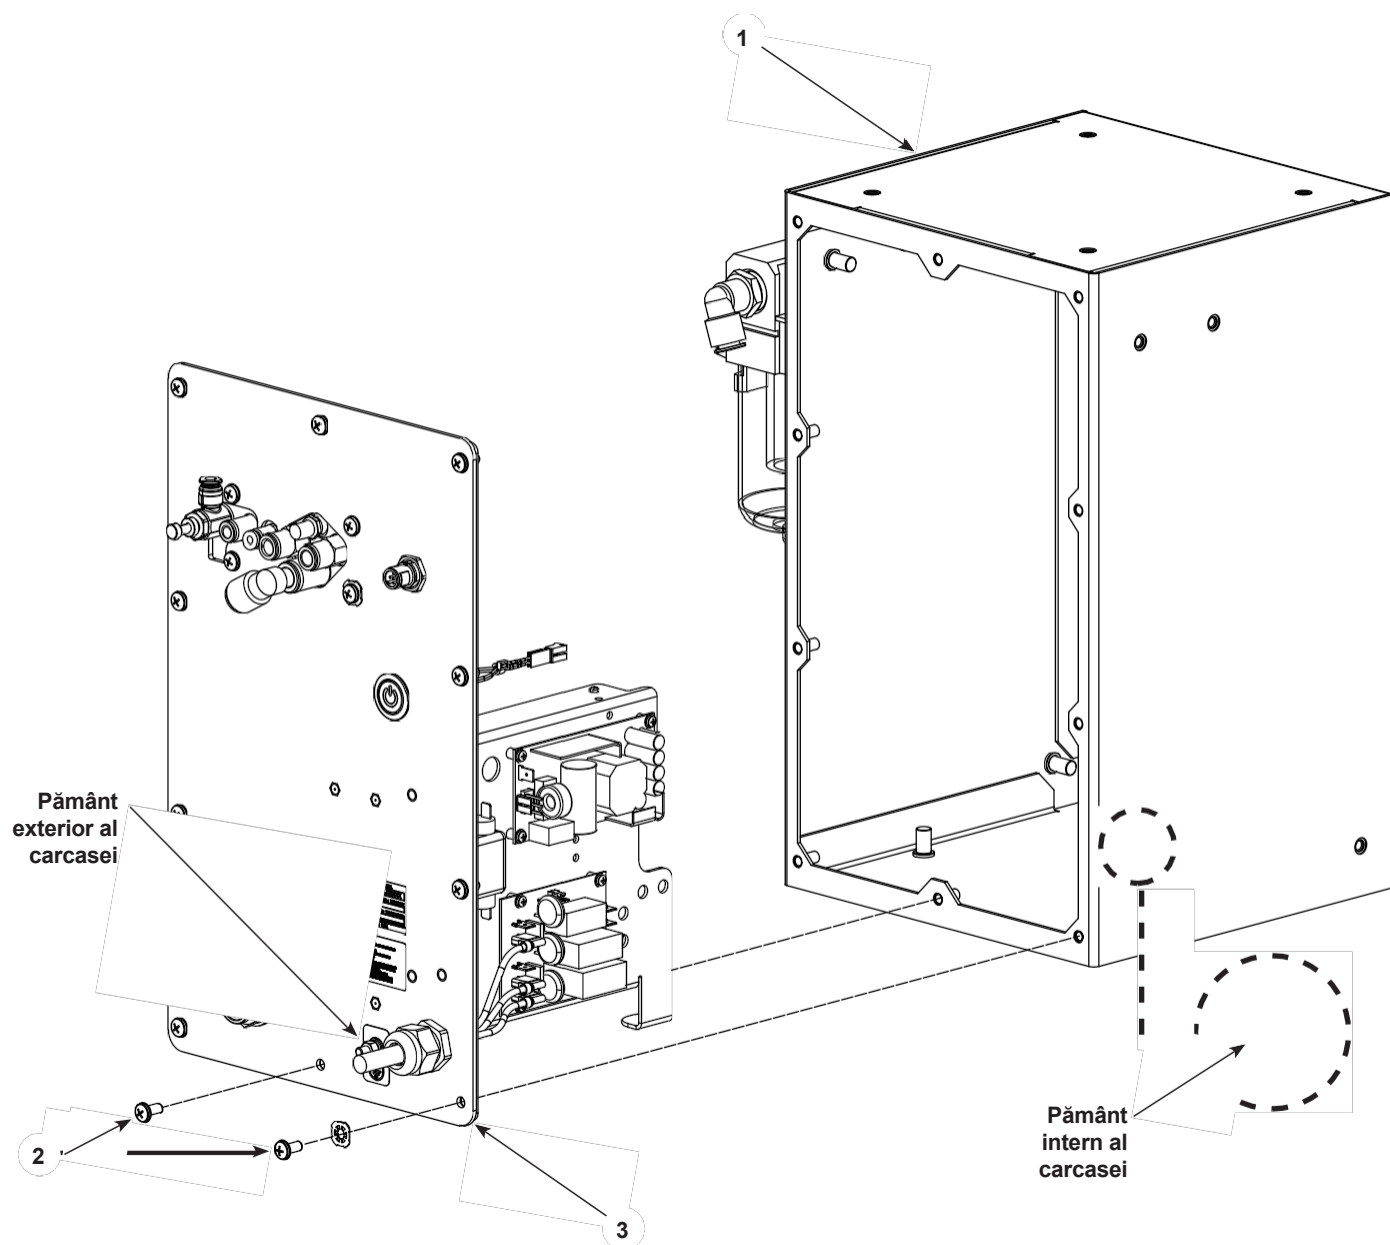

Figura 7-2 Îndepărtarea panoului
3. A se vedea figura 7-2. Scoateți cele zece șuruburi (2) care fixează ansamblul panoului (3) carcasă (1).